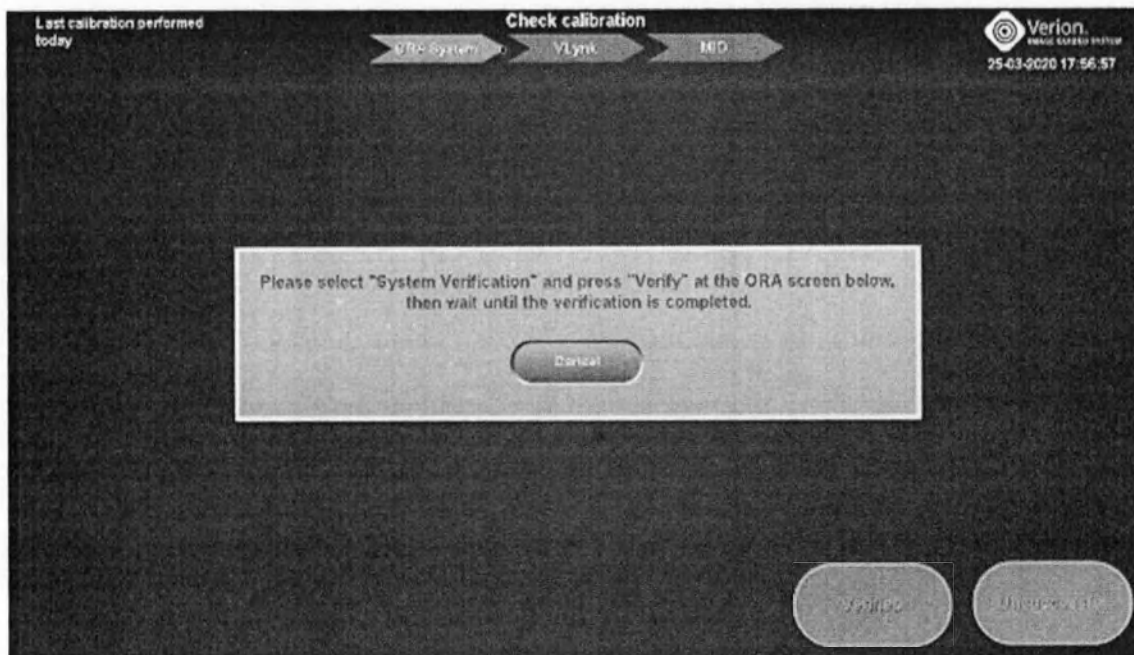

Рисунок 144. Инициирование верификации системы ORA
- Отображается экран *проверки калибровки VLink* с изображением с микроскопа в реальном времени и меткой времени последней полной калибровки (Рисунок 144).